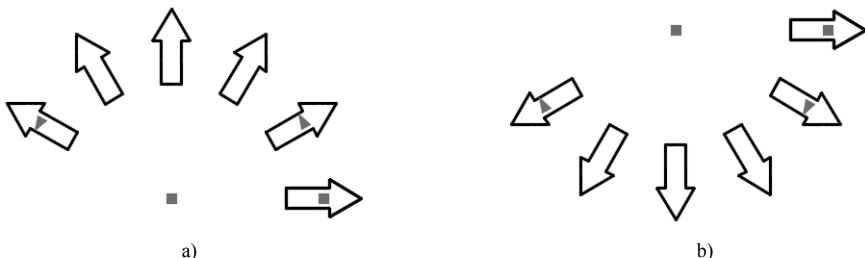

图 3-43 控制旋转方向
- “方向”按钮：用于控制创建的是逆时针还是顺时针阵列，如图 3-43 所示。